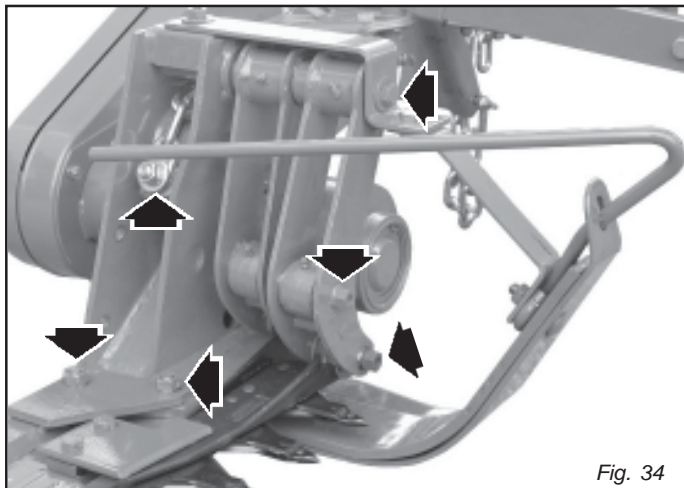

Fig. 34
- Controllare il serraggio dei bulloni sul biellismo (Fig. 34).